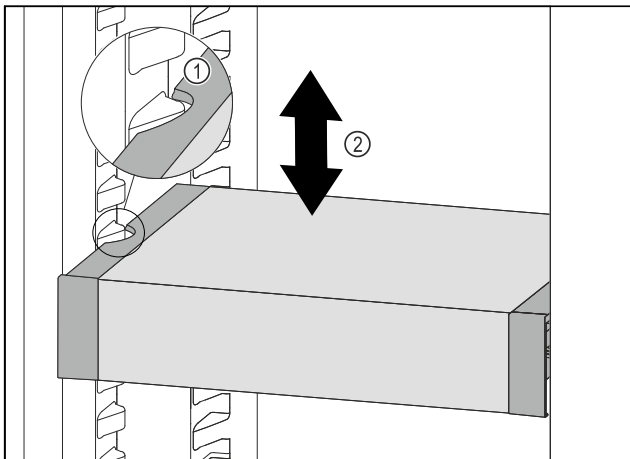

Fig. 118
- ▶ Tirer le VarioSafe vers l'avant jusqu'à ce que les encoches latérales du VarioSafe soient à la hauteur de la nervure du bac dans la partie réfrigérateur. Fig. 118 (1)
- ▶ Déplacer le VarioSafe vers le haut ou vers le bas dans la partie réfrigérateur jusqu'à ce que la hauteur souhaitée soit atteinte. Fig. 118 (2)